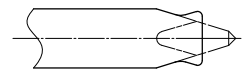

Fig. 2
- 4) Sla niet langer dan 30 seconden aaneengesloten op hetzelfde punt. Wordt dat wel gedaan, dan stijgt de temperatuur van de rand van de beitel en neemt de hardheid af. Hierdoor slijt de beitel te snel en zal voortijdig stomp worden zoals te zien is in Fig. 2.